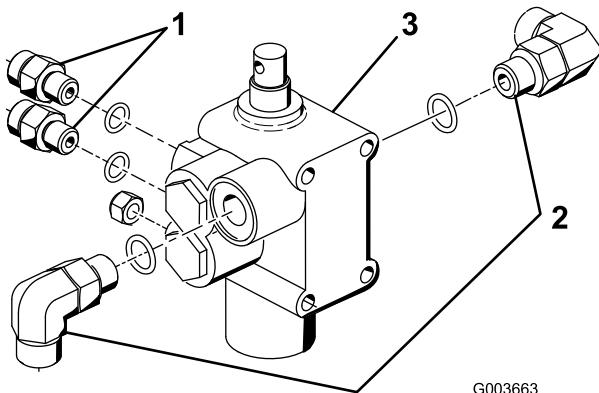

Bild 4
- Drehen Sie die zwei geraden Hydraulikanschlussstücke und die zwei 90-Grad-Anschlussstücke in das neue Hubventil. Positionieren Sie die Anschlussstücke, wie in Bild 4 dargestellt. Ziehen Sie die 90-Grad-Anschlussstücke noch nicht fest.